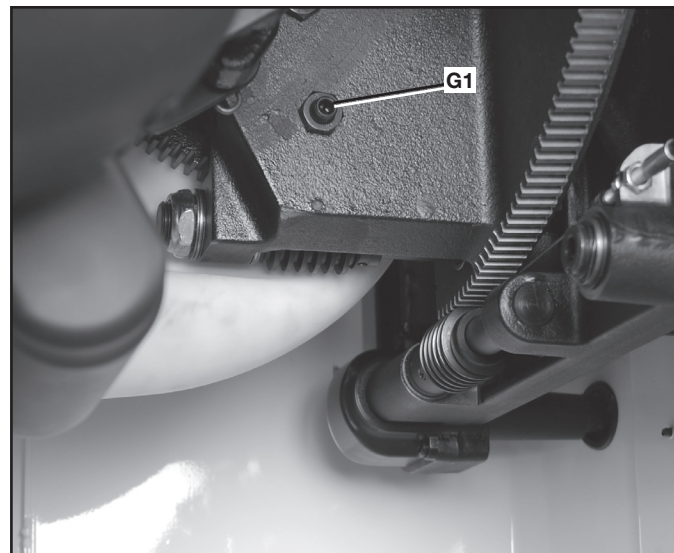

FIG. 53
- Desserrer légèrement l'écrou de blocage de la hauteur de lame (G1) fig. 53 avec une clé.